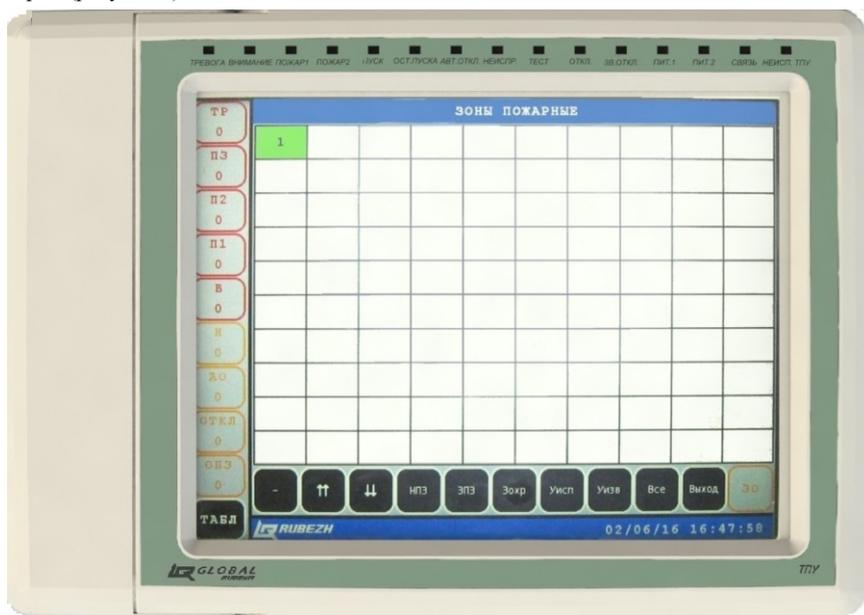

Рисунок 1
5.1 ТПУ конструктивно выполнен в пластмассовом корпусе с десятидюймовым ЖК монитором (рисунок 1).